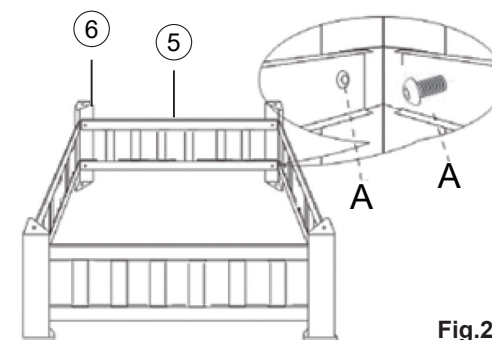

Fig.2
Fissare le staffe del telaio (5) alle gambe (6) utilizzando i bulloni (A). Serrare a mano (vedere Fig.2).